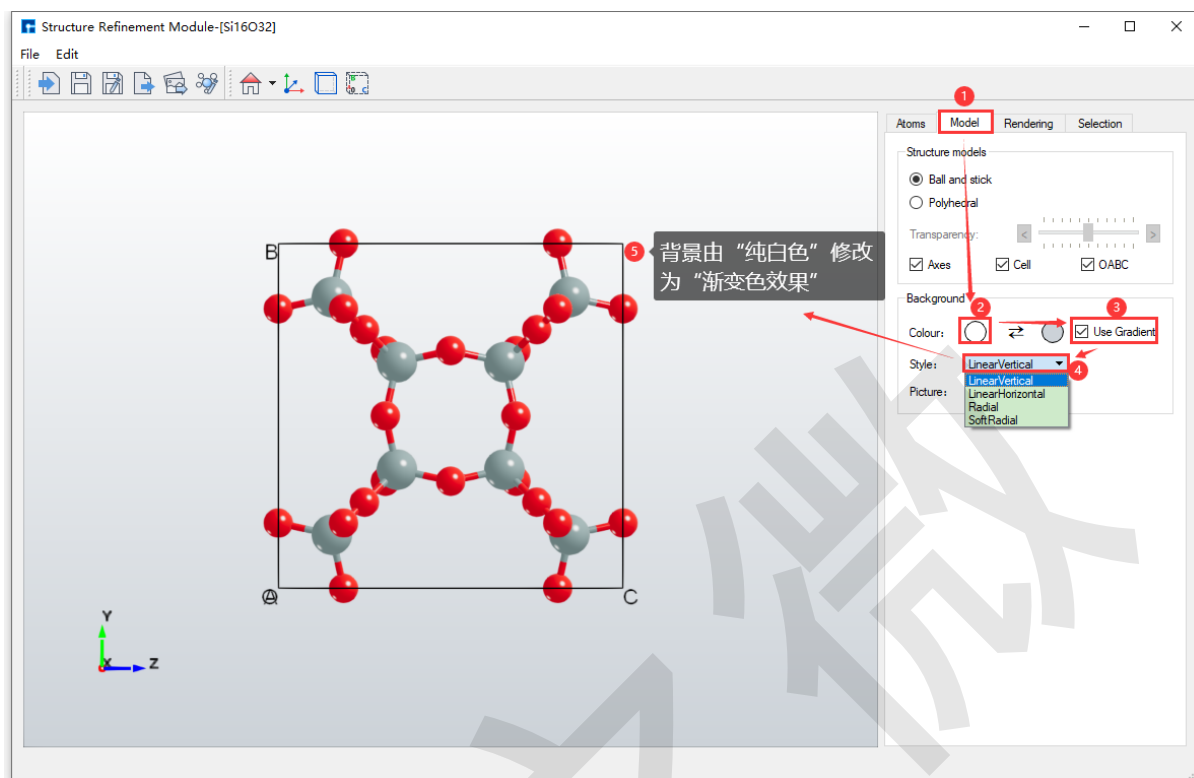

图 7.29: 将显示 Si16O32 晶体结构的背景颜色由纯白色修改为渐变色效果的操作界面
2. 如图 7.29 所示为将显示 Si16O32 晶体结构的背景颜色由纯白色修改为渐变色效果的操作界面。
3. 在图 7.29 基础上, 点击图 7.29 标号④区域下拉按钮可选择背景颜色的渐变类型。